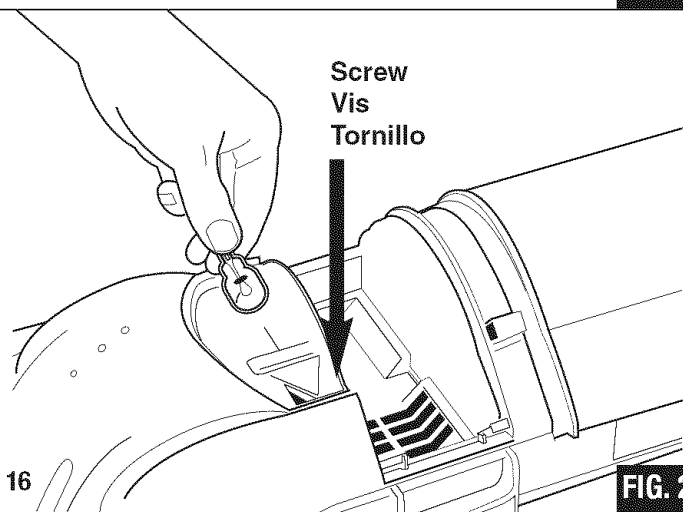

FIG. 29
- Step 3:** Remove screw from lens cover (FIG. 29).
**Étape 3 :** Enlever la vis du couvercle de la lampe (FIG. 29).
**Paso 3:** Quite el tornillo de la tapa de cristal (FIG. 29).